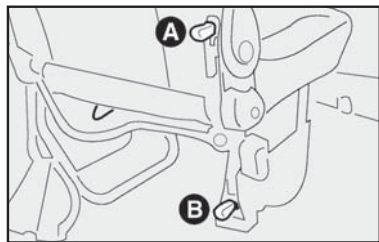
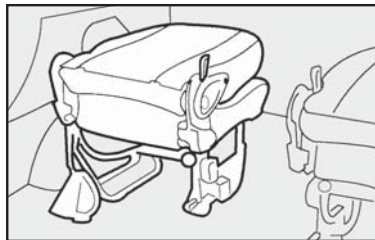
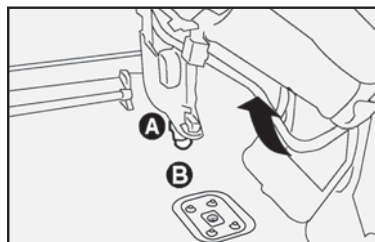

fig. 100
fig. 101
fig. 102
Para as versões equipadas com bancos traseiros suplementares, o rebatimento parcial deve ser feito abaixando a alavanca **A-fig. 100** e rebatendo o encosto para frente.
- 1) Abaixar a alavanca **A-fig. 100** e rebater o encosto para a frente **fig. 101**.
- 2) Levantar a alavanca **B-fig. 100** e desencaixar o pino **A-fig. 102** da guia **B-fig. 102** puxando o banco para cima.
- 2) Encaixar o pino **A-fig. 102** na guia **B-fig. 102** forçando o banco para baixo.
- 3) Abaixar a alavanca **B-fig. 100** até o final do curso e ouvir o "clic" de travamento.